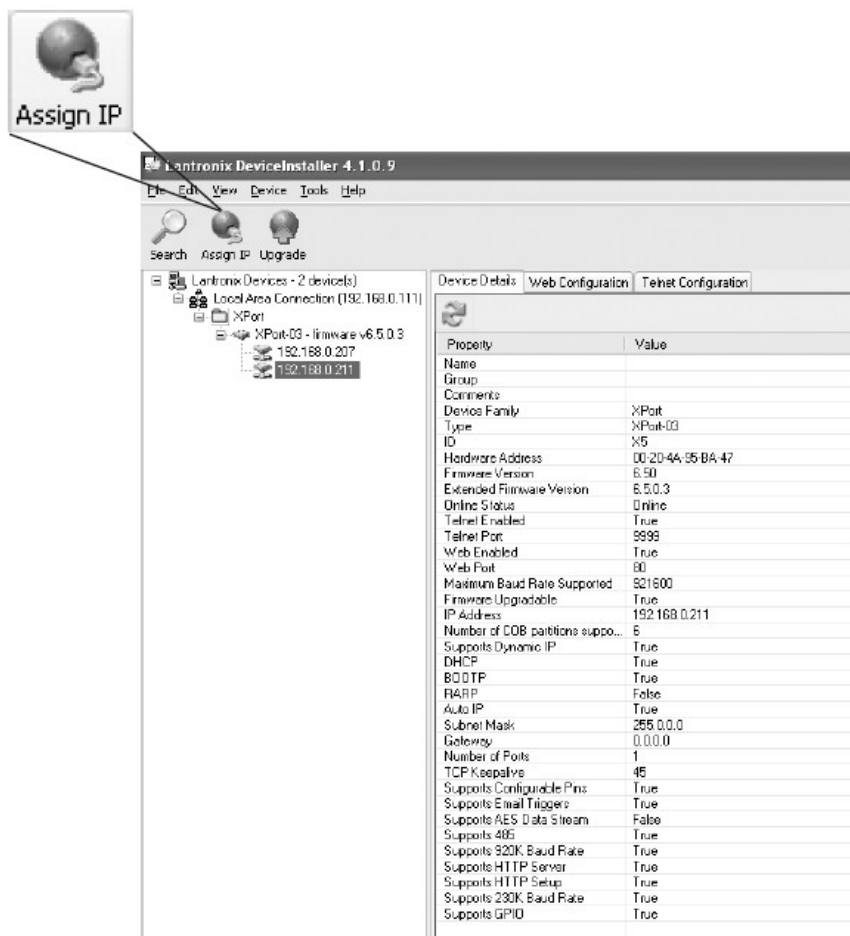

Рисунок 7-3: Подробная информация о выбранном устройстве Xport
6. Нажмите кнопку **Assign IP (Назначить IP)**, см. рисунок 7-3, расположенную в верхней части окна.